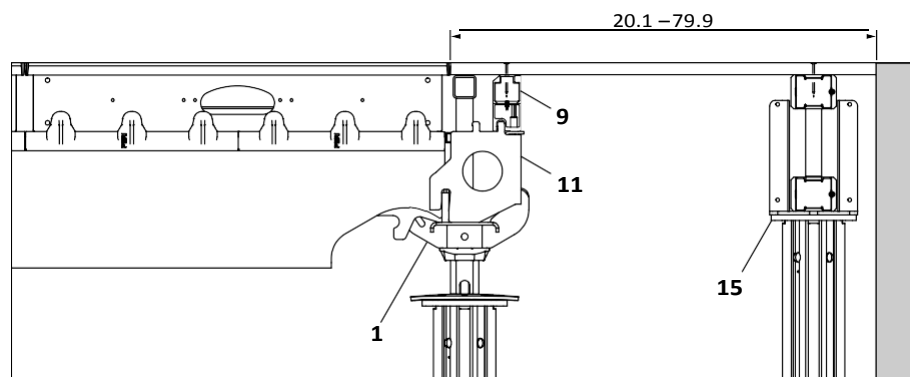
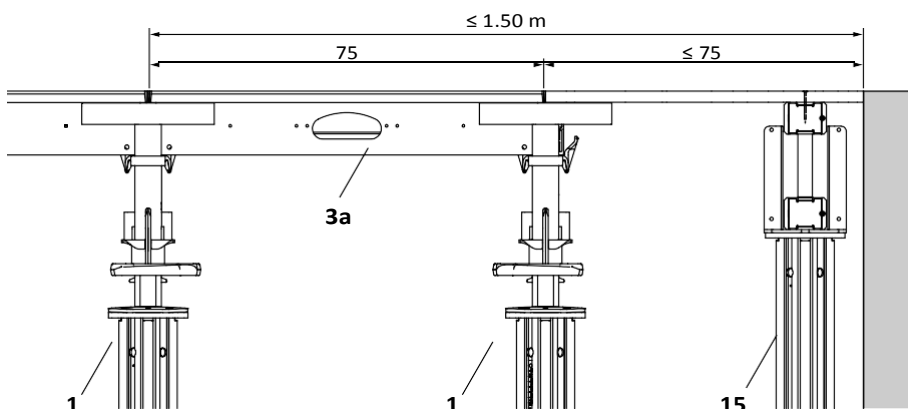
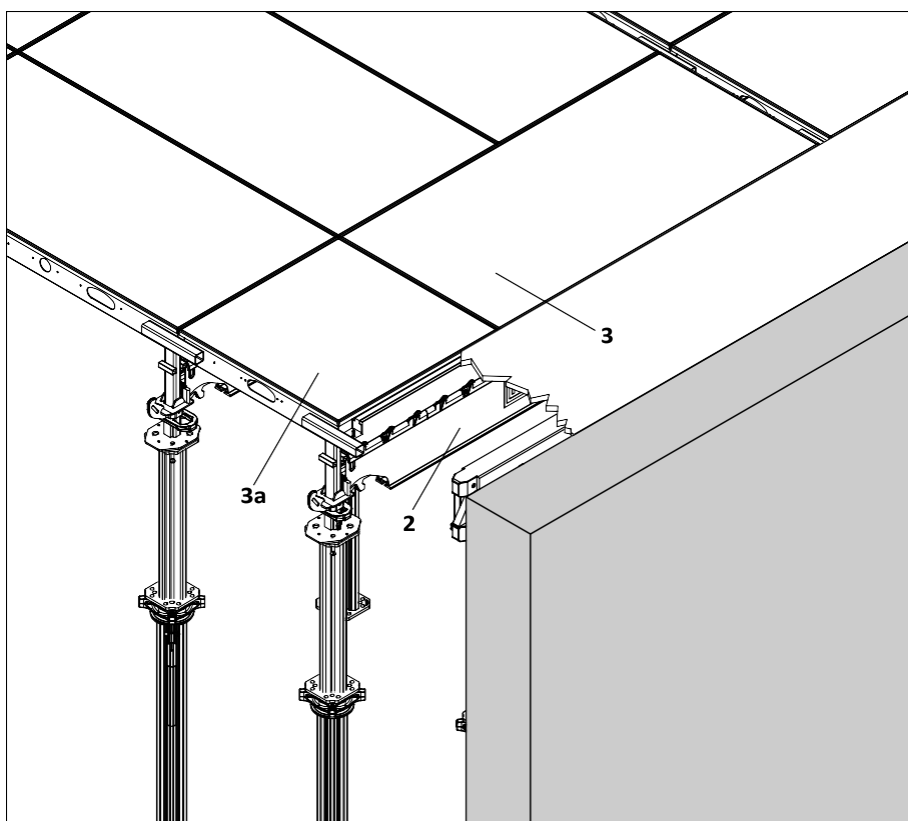
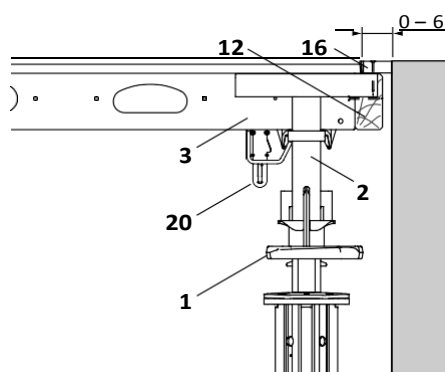

Fig. A5.28
Fig. A5.31
Fig. A5.32
Fig. A5.33
1. Монтирайте надл. трегер в падащата глава SFK (11) (Fig. A5.31), завъртяна на 180° комб. глава SCK (7) (Fig. A5.32) или опорна SSK (6) (Fig. A5.33).
2. Монтирайте челно захващане (11) и краен трегер (9).
3. Поставете допълнителна подпора с кръстатата глава и подложка за шперплата (15).
4. Монтирайте шперплата и заковете с пирони. (Fig. A5.28 – A5.30)
1. Продължете кофрирането с подпори, трегери SLT 225 (2) и напречно поставени панели (3). Затворете разстоянието до следващата опорна глава с панел SDP 75 x 75 (3a). (Fig. A5.31 + A5.32)
1. Поставете панела SDP (3) над надлъжния трегер SLT (2) и осигурете с клинови панелни свързки (20). (Fig. A5.33 – A5.35)